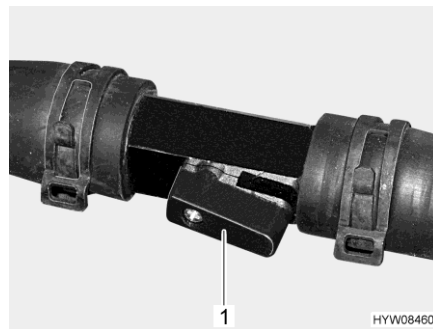

Fig. 179 Robinet d'arrêt (ouvert)
- Placer le levier (Fig. 179,1) parallèlement à la conduite (Fig. 179). Plus le robinet d'arrêt est ouvert, plus la puissance de chauffage est élevée.
- Placer le levier (Fig. 179,1) transversalement à la conduite. Le circuit de chauffage passe par la dérivation.